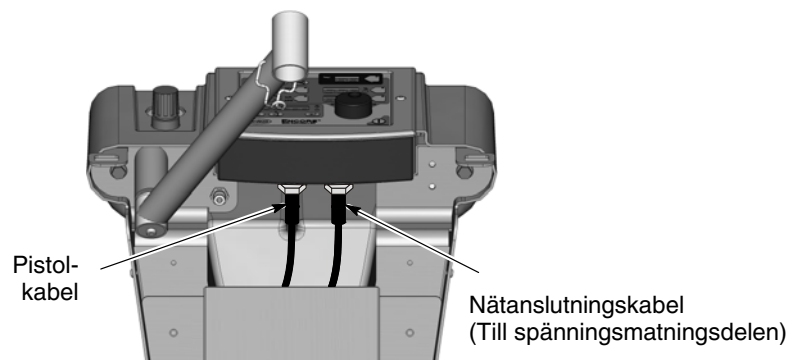

Bild 3-11 Anslutning av pistolkabel till interfacemodul - mobila system
1. Mobila system: Se bild 3-11. Drag pistolkabeln in genom baksidan på vagnens stolpe och upp och genom den övre fronten. På detta sätt blir det möjligt att bunta ihop kabeln med spolnings- och elektrospolningslangarna.